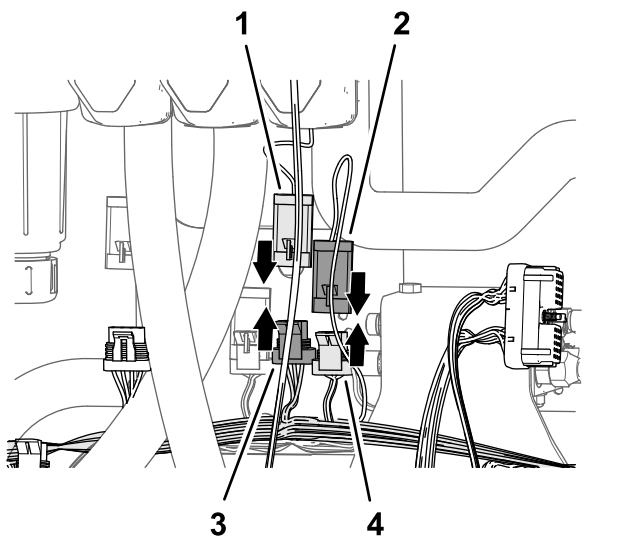

Figura 86
2. Collegate il connettore a 3 pin della diramazione di 89 cm del cablaggio preassemblato del kit indicato come VALVOLA PRINCIPALE al connettore a 3 prese del cablaggio preassemblato della macchina indicato come VALVOLA DI IRRORAZIONE PRINCIPALE (Figura 86).
a 3 prese della diramazione di 89 cm del cablaggio preassemblato del kit indicato come VALVOLA PRINCIPALE (Figura 86).